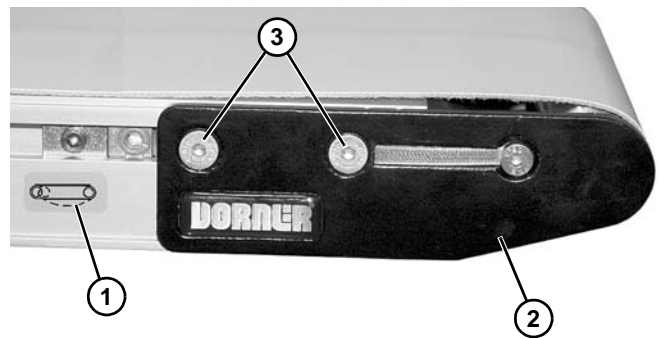

Figura 6
2. En el extremo tensor del transportador, identificado con  una etiqueta (Figura 6, artículo 1), empuje e inserte el conjunto de la placa del cabezal (Figura 6, artículo 2): En ambos lados del transportador, afloje los tornillos de sujeción (Figura 6, artículo 3) y empuje hacia dentro el conjunto de la placa del cabezal.